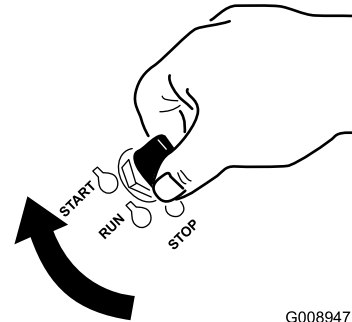

Figure 20
1. Tournez la clé de contact à la position DÉMARRAGE (Figure 20).